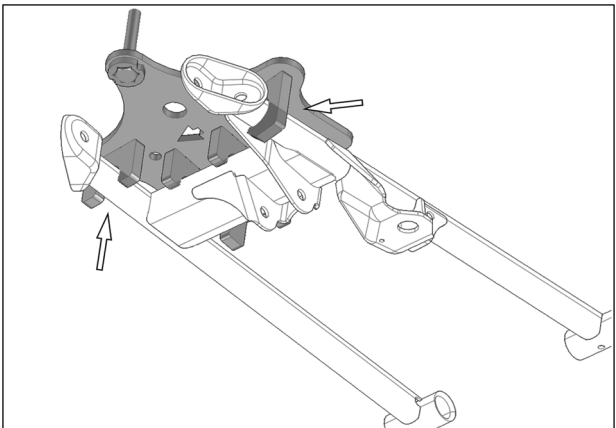

Fig. 7
6. Les ouvertures en « C » doivent se positionner au tube du bras de suspension. Voir la Fig. 7